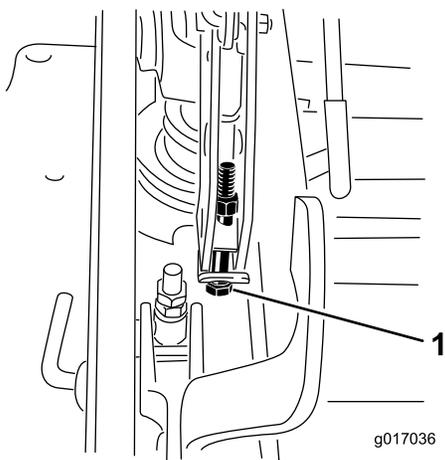

Рисунок 117
12. Если дека опущена слишком низко, затяните болт одноточечной регулировки, повернув его по часовой стрелке. Если дека поднята слишком высоко, ослабьте болт одноточечной регулировки, повернув его против часовой стрелки (**Рисунок 117**).